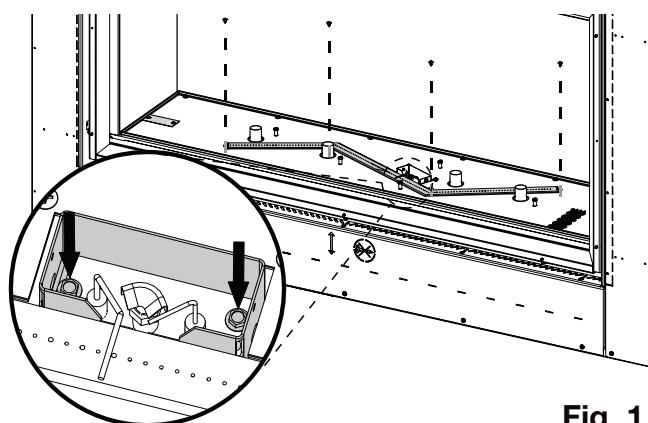

Fig. 1
- H. Désengager la tige de réglage de l'obturateur d'air en la soulevant de l'obturateur d'air sur le Venturi du brûleur principal (**Fig. 1**). **L'œillet en caoutchouc doit rester en place.**